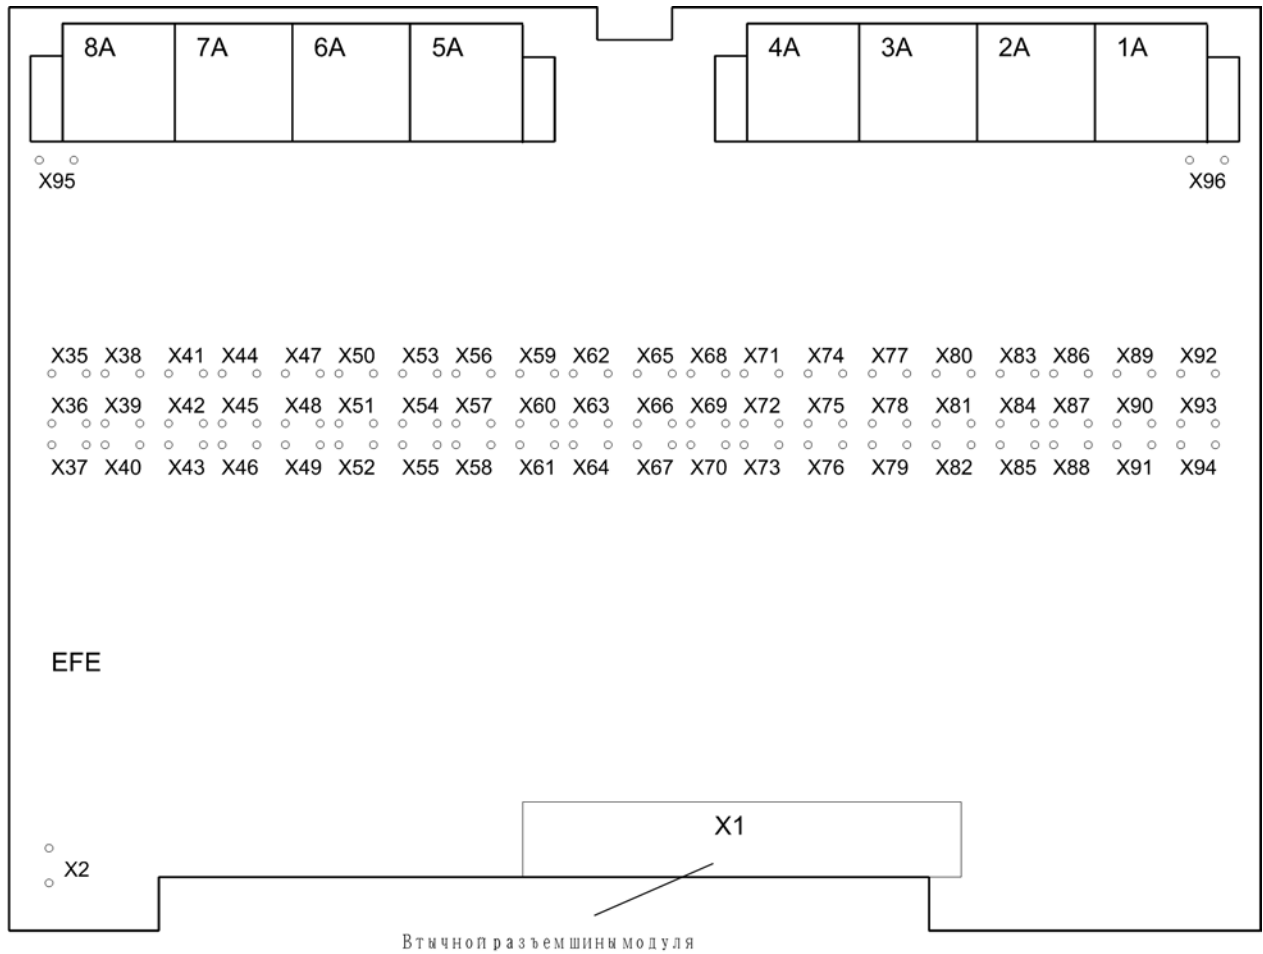

рис. 3-3 Расположение перемычек модуля EFE (терминал присоединения 7SS523)
- Выньте штепсельный разъем X1 на передней панели модуля EFE (рис. 3-3, стр. 41) и вытяните модуль.
- Измените номинальное напряжение срабатывания дискретных входов на желаемое значение (рис. 3-3, стр. 41 и Таблица 3-3, стр. 42).